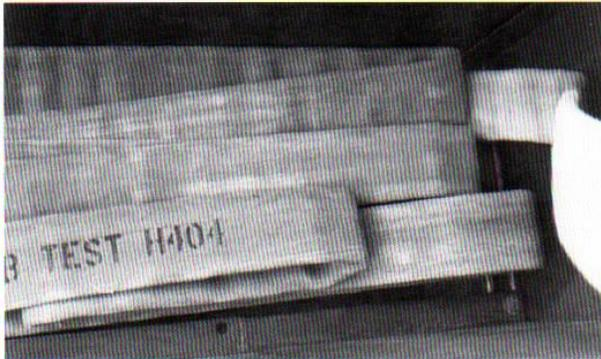

Figura 12.56 Pliegue corto o doblez inverso normalmente llamado *dutchman*.
- Haga un pequeño pliegue o doblez invertido (*doble vuelta* o *dutchman*) en la manguera durante el proceso de acomodo para no tener que girar las conexiones cuando se tire de la manguera (véase la figura 12.56).